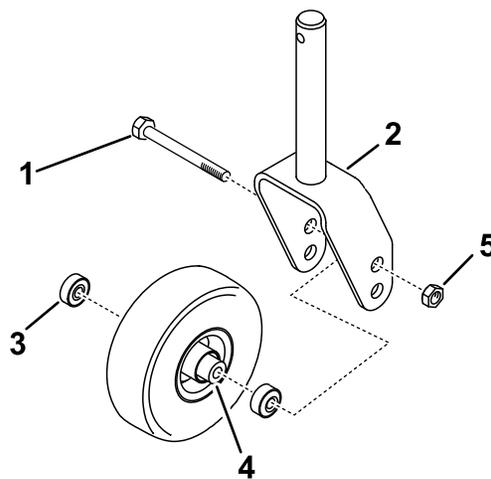

Figure 32
2. Enlevez le contre-écrou du boulon qui fixe la roue pivotante à la chape (Figure 32). Maintenez la roue pivotante et sortez le boulon de la fourche ou du bras de pivot.
3. Enlevez le roulement du moyeu de la roue et laissez tomber la douille d'écartement à l'extérieur (Figure 32). Enlevez le roulement de l'autre côté du moyeu.